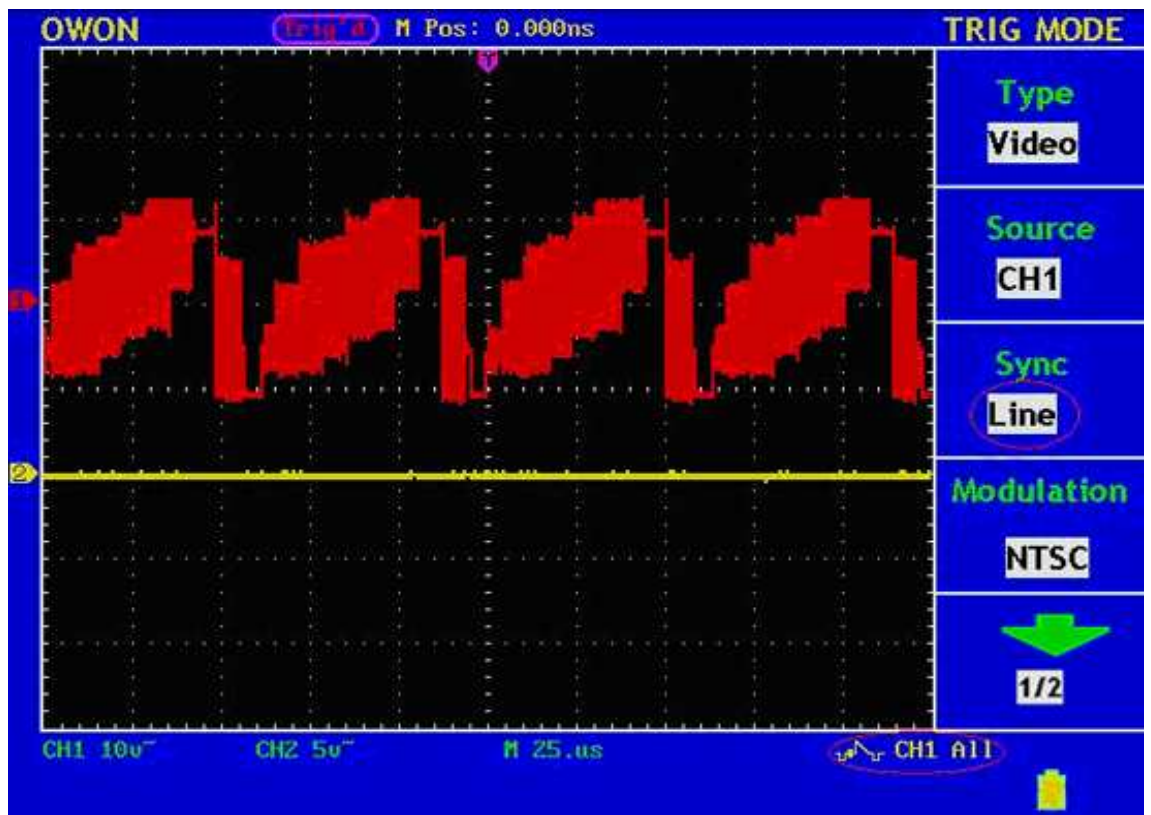

Fig. 64 ビデオラインのトリガから得られた波形
5. VOLTS/DIV、VERTICAL POSITION、SEC/DIV のつまみを調節し、正常な波形を画面上に表示します。(Fig.64 参照)